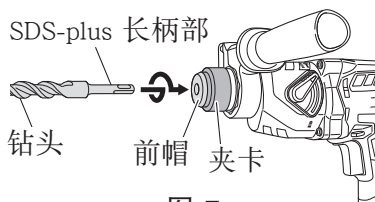
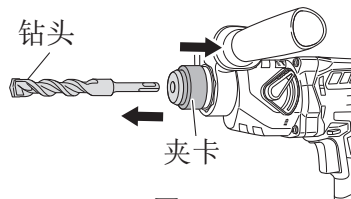

图 7
图 8
- (1) 拧松侧柄的夹卡，然后将其推压至触碰到外罩。
- (2) 将侧柄调整至最便于使用的角度，然后旋紧侧柄的夹卡，将其锁紧。
3. 安装钻头（图 7, 图 8）
(图 7)
- (3) 拉钻头以检查是否完全插紧。
- (4) 卸下钻头时，首先请按箭头所示方向将夹卡完全拉出，然后将钻头从夹卡拉下。(图 8)